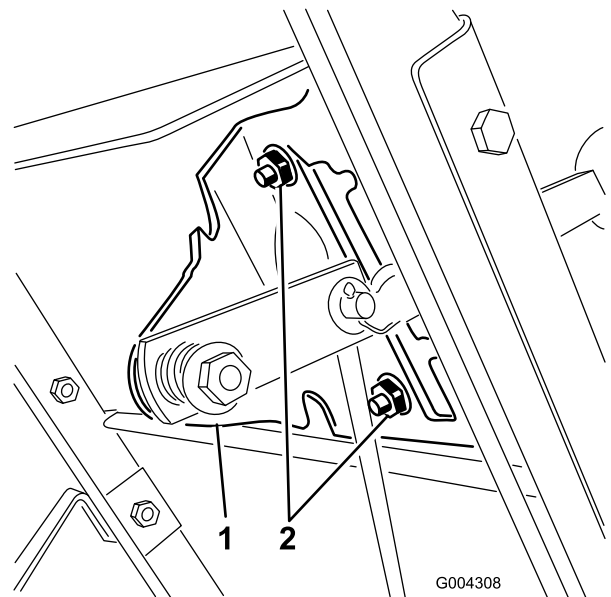

Bild 29
3. Lockern Sie die Bundmutter, mit denen die Schalthebelplatte am Armaturenbrett befestigt ist (Bild 29).